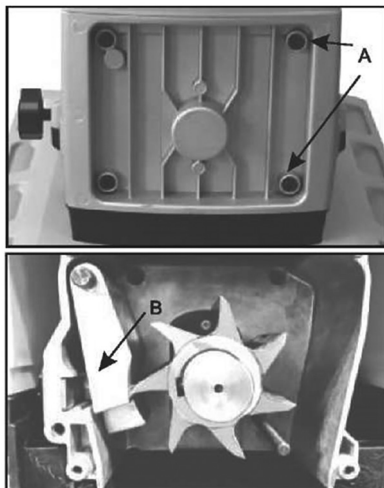

Рис. 7 Замена контрплиты
Для проведения осмотра состояния ножа или замены контрплиты необходимо отключить измельчитель от сети и открутить 4 винта А (Рис. 7) задней крышки.
2. Выньте контрплиту В (Рис. 7) и замените ее новой.